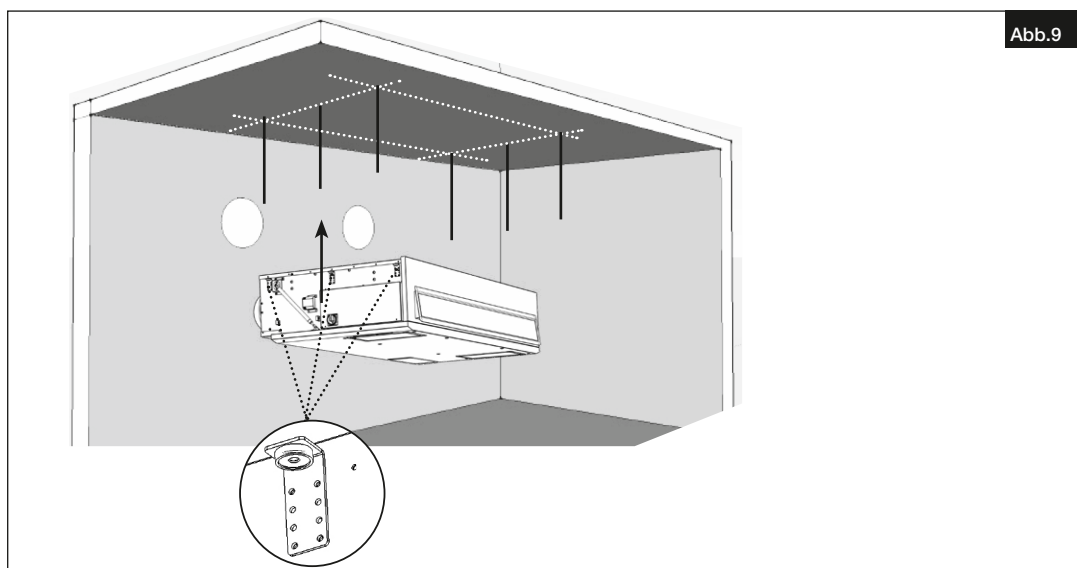

Abb.9
- Die Gewindestangen M8 von unten durch die Montagewinkel in die vorbereiteten Dübellöcher schrauben (s. Abb.9).